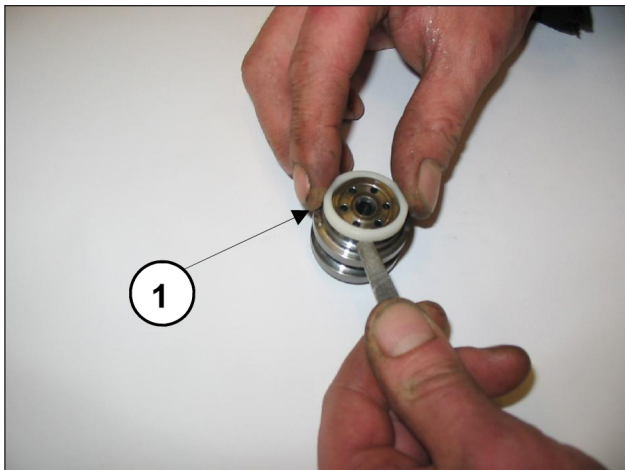

Fig. 43
- Extraer las sedes de la válvula ① como se indica en la Fig. 43, controlar el desgaste de los componentes y sustituirlos si es necesario.